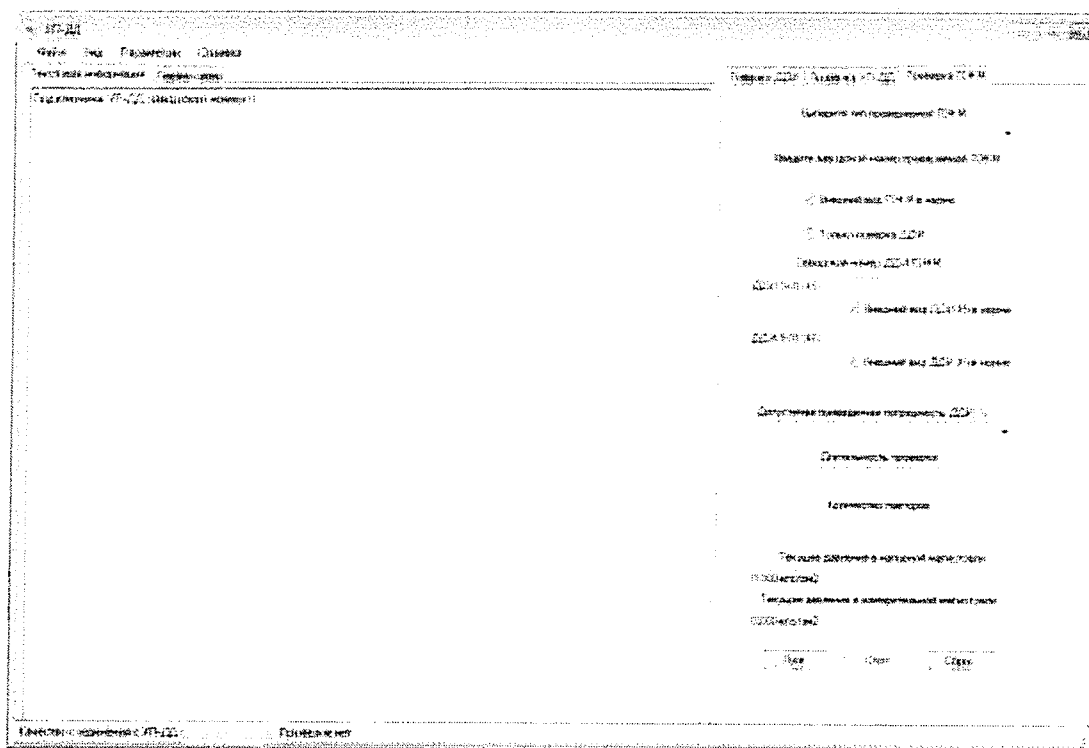

Рисунок 8 - Основное окно программы в автоматическом режиме при проверке ПЭКМ
1.3.2.2 Закладка «ТЕКСТОВАЯ ИНФОРМАЦИЯ» – показывает текущие результаты работы программы в текстовом виде (см. рисунок 8).
1.3.2.5 Основное окно программы в автоматическом режиме работы УП-ДД при проверке ПЭКМ показано на рисунок 8.
1.3.2.6 Закладка «ПРОВЕРКА ПЭКМ» – позволяет произвести проверку ПЭКМ в автоматическом режиме (см. рисунок 8)